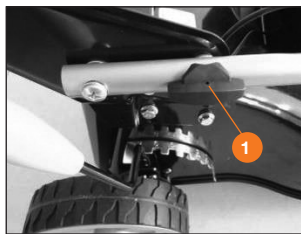
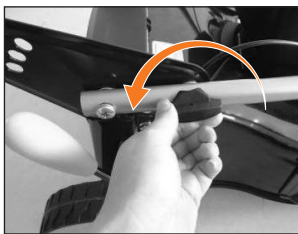
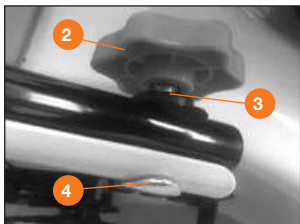

Рис. 6
Рис. 7
Рис. 6.1
- Для газонокосилок **DLM 4240Li, DLM 4240Li-S, DLM 5040Li-S** закрепите нижнюю часть рукоятки (Рис. 6). Для этого повените зажим (Рис. 7) и установите рукоятку в нужное положение. Для газонокосилки **DLM 5040Li-SR** закрепите нижнюю часть рукоятки к корпусу газонокосилки с помощью болта 4, шайбы 3 и барашковой гайки 2 (Рис. 6.1).